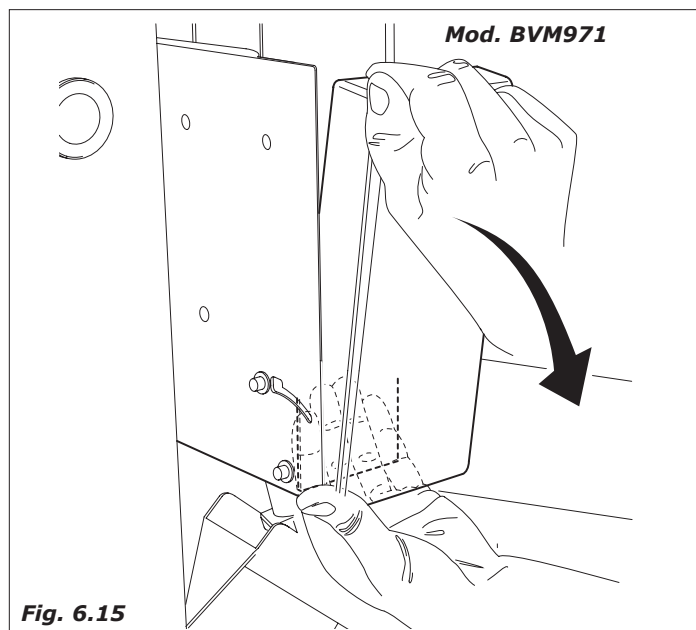
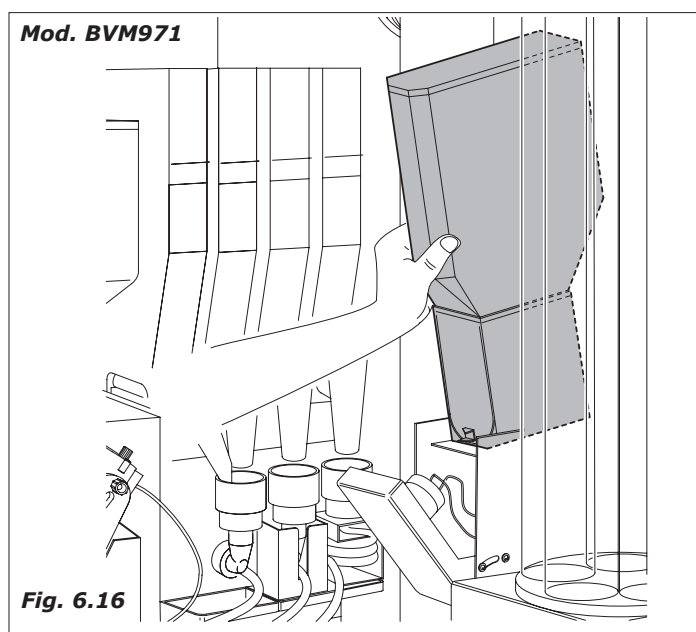

Fig. 6.15
Fig. 6.16
- Estrarre il gruppo erogazione dello zucchero sganciando il proprio motoriduttore (Fig. 6.15 e Fig. 6.16).